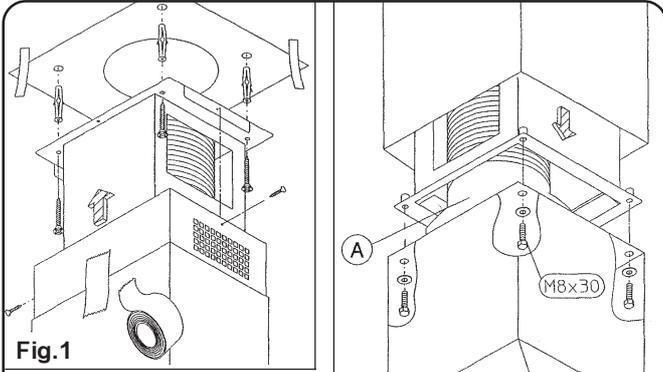
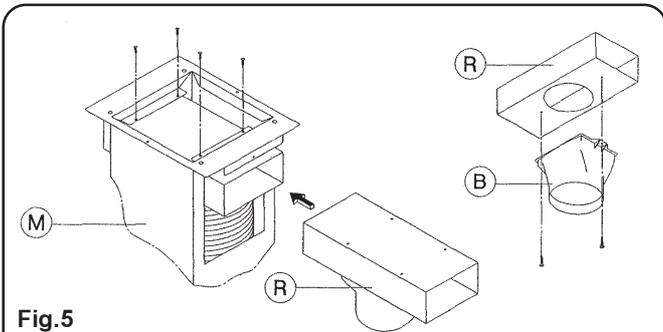

Fig.2
Fig.5
Per poter utilizzare questa funzione munirsi di un tubo estensibile non combustibile Ø150 mm da collegare al soffitto, che andrà successivamente collegato al raccordo "A" **fig2**
- 6) sollevare la cappa, e dopo aver bloccato il tubo Ø150 mm al raccordo "A" tramite una fascetta, fissarla alla struttura telescopica con le 4 viti e rondelle **fig2**
Dopo esservi procurati il corredo filtrante procedere nel seguente modo **fig5**
- 3) collegare un tubo estensibile non combustibile Ø 150mm al raccordo "B", tramite una fascetta **fig5**, che andrà successivamente collegato al raccordo "A" **fig2**
Zum Einsatz der Dunstabzugshaube in dieser Version beschaffen Sie sich ein ausziehbares, nicht brennbares Rohr Ø150 mm, das an der Decke befestigt werden muss und das anschließend an den Anschluss "A" (**Abb.2**) anzuschließen ist.
- 6) Heben Sie die Dunstabzugshaube an und befestigen Sie diese, nicht ohne vorher das Ø150 mm Rohr mittels einer Schelle am Anschluss „A“ befestigt zu haben, am Teleskopschacht. Verwenden Sie hierzu die 4 Schrauben und Unterlegscheiben. (**Abb.2**)
Nachdem Sie sich den gesamten Filter-Montagesatz besorgt haben, verfahren Sie gemäß **Abb.5** wie folgt:
- 3) Schließen Sie ein ausziehbares, nicht brennbares Rohr (Ø 150mm) zuerst mittels einer Schelle (**Abb.5**) an den Anschluss "B" an; schließen Sie es dann an den Anschluss "A" (**Abb.2**) an.
To use the vented operating mode, fasten one end of a  $\varnothing$  150 mm non-combustible extending pipe to the ceiling and the other to the connector "A" (fig. 2).
- 6) lift the hood and, once you have secured the  $\varnothing$  150 mm pipe to connector "A" with a clamp, fasten it to the telescopic flue using the 4 screws and washers (fig. 2);
Once you have the relevant assembly kit, proceed as follows (fig. 5):
- 3) fasten one end of a  $\varnothing$  150 mm non-combustible extending pipe to connector "B" using a clamp (fig. 5), and the other to connector "A" (fig. 2);